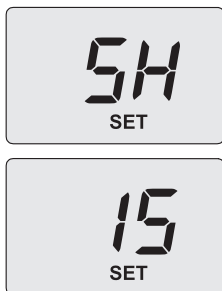

Рисунок 7.13
- За допомогою кнопки 12 змініть це значення на **15**, а потім натисніть кнопку 14 для підтвердження. На дисплеї з'явиться **SH**, що чергується з параметром абсолютної максимальної потужності та повідомленням **SET** (налаштовано) (Рисунок 7.13).